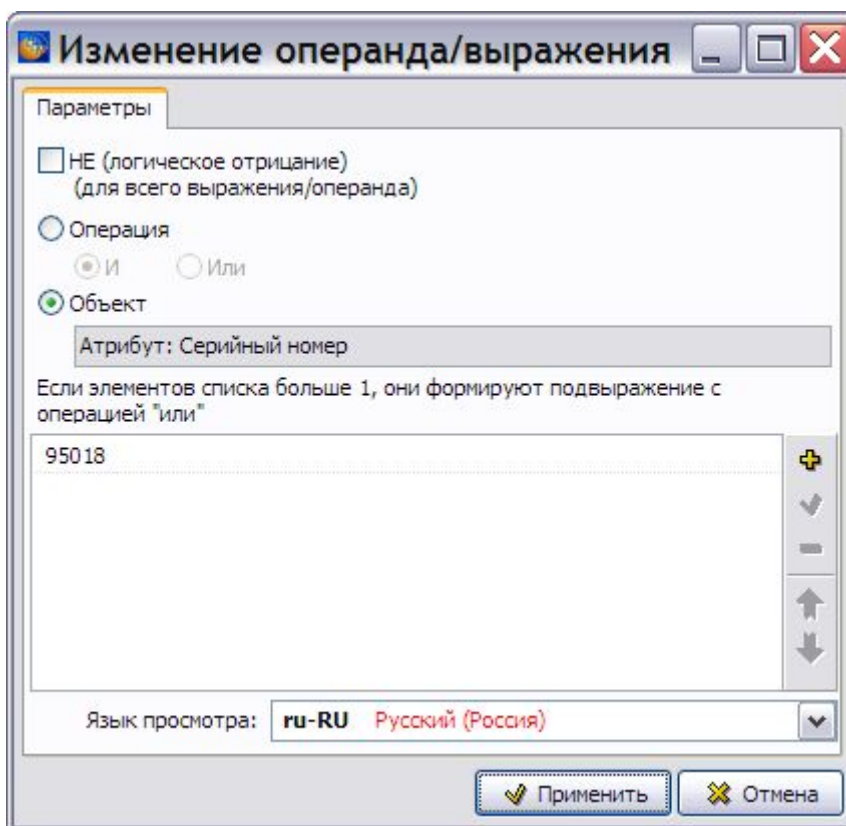

Рис. 10.62
5. Выделите операнд «95018» и нажмите на кнопку **Изменить операнд/операцию (F2)**  или в контекстном меню выберите команду **Изменить**. При этом откроется окно **Изменение операнда/выражения** (Рис. 10.62).